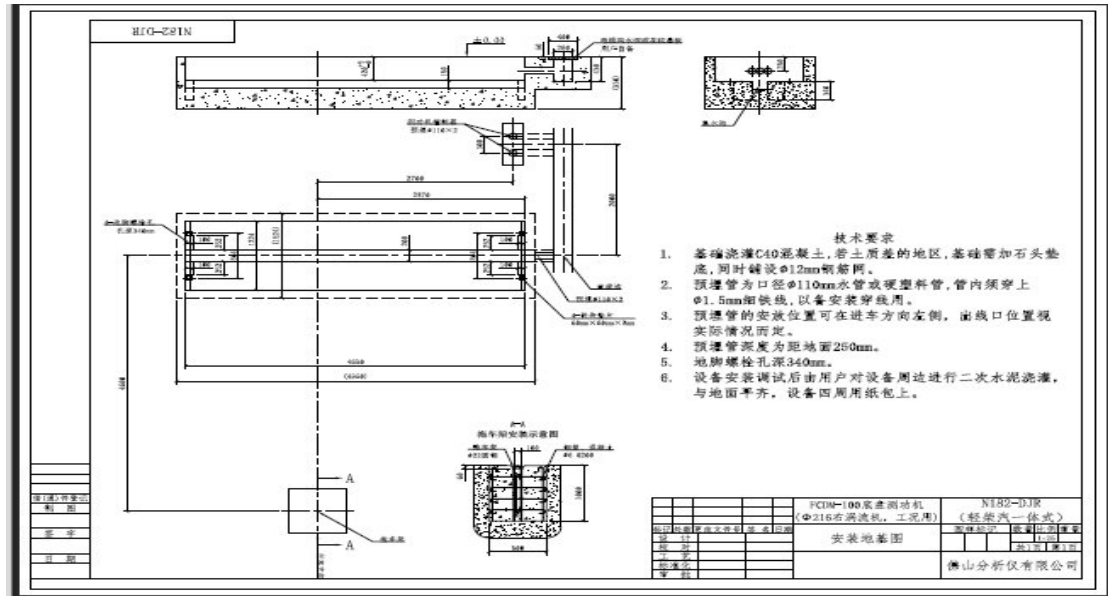
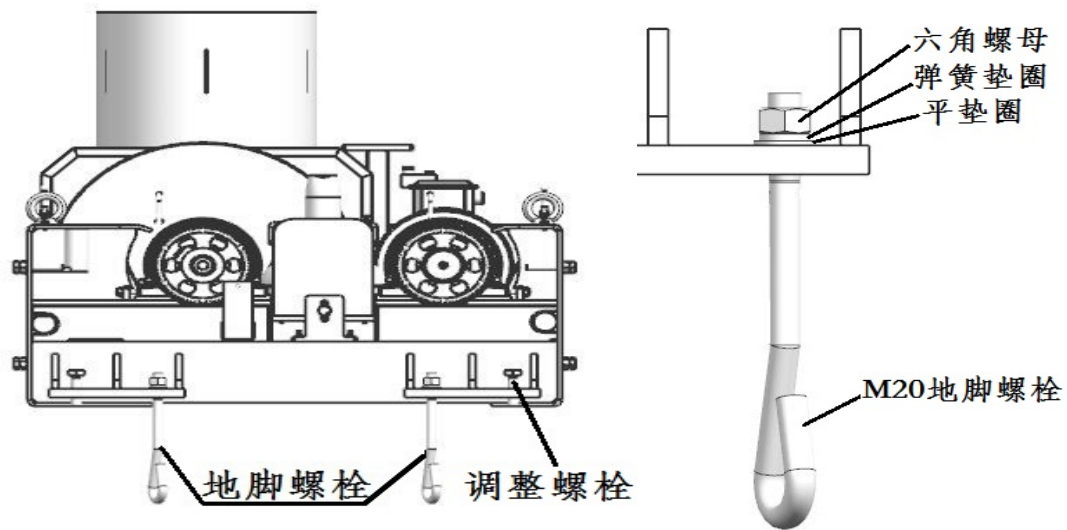
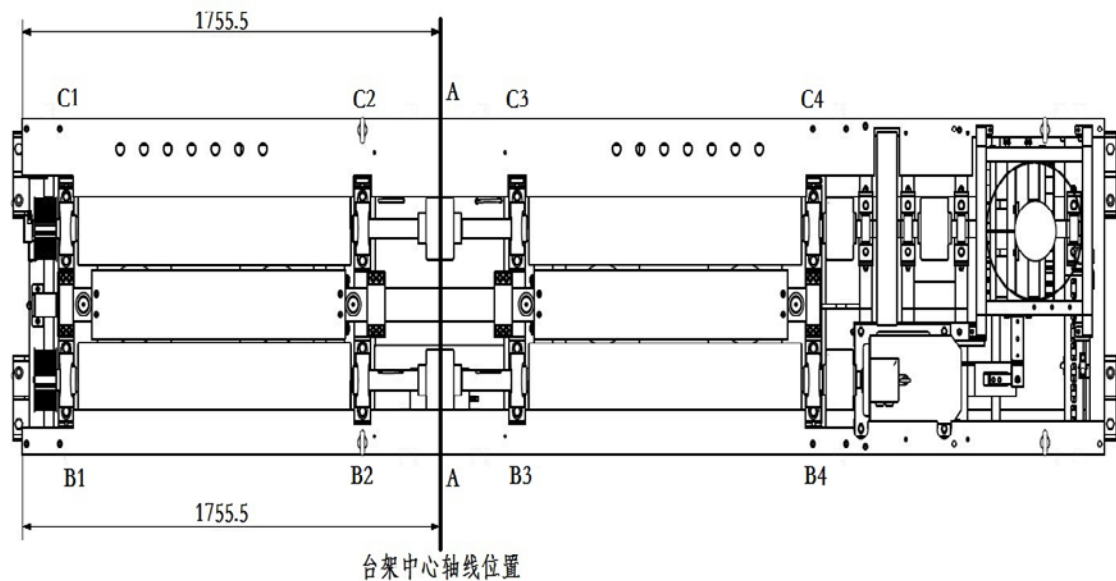
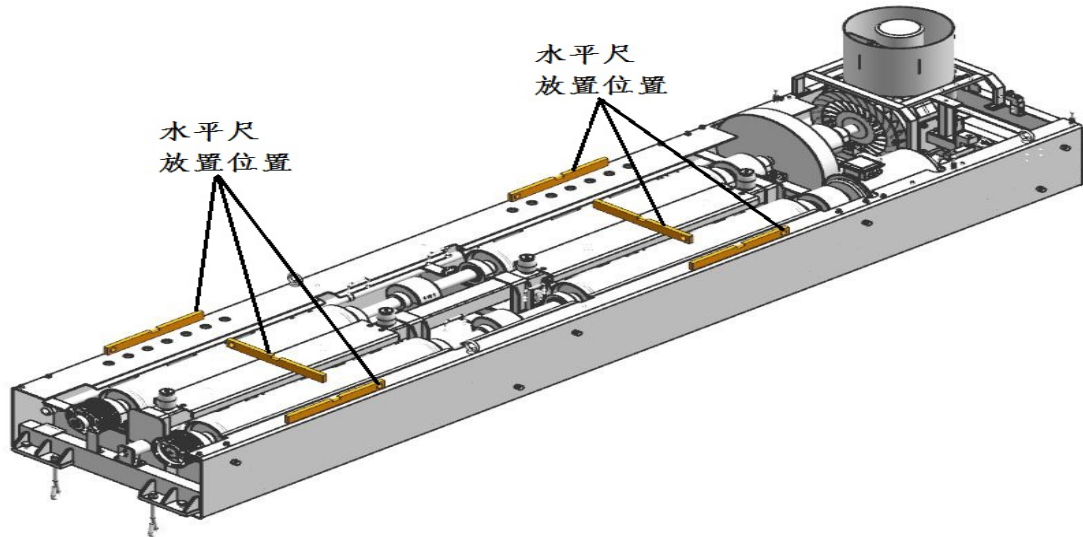

图 3.1
图 3.5
图 3.6
图 3.7
根据地基图纸（见图 3.1）检查台架地基尺寸是否正确，预埋管是否布置正确（若地基不符合图纸要求，应立即整改）。
(2)、通过吊车或叉车将台架吊起，然后在台架两侧安装地脚螺栓的四个孔上，配合 M20 螺母、弹簧垫圈以及平垫圈穿上地脚螺栓（见图 3.5）。
(1)、如图 3.6 所示：用卷尺量出台架前后中心点的位置，在台架上标记纵向中心轴线位置 A-A，并做好标记；
(4)、在台架左右两侧四个角位的调节螺栓（见图 3.5）正下方放置一块 5mm 厚的垫片，使用激光水平仪结合卷尺（或水平尺）观察，旋拧调节螺栓使台架整体水平；用激光水平仪结合卷尺时，每个位置上（见图 3.6 的 B1~B4, C1~C4）的卷尺显示的高度基本一致即可；用水平尺时，每个位置上（见图 3.7 的水平尺放置位置）的水平尺的液泡基本居中即可。同时需调整台架表面与地面在同一平面。当不使用调整螺栓调节时，可使用铁笔撬动台架四角，分别用配备的调试垫片支承于台架滚筒范围内四个角底部（即图 3-1 的 B1、B4、C1、C4 点），使台架整体水平且台架表面与地面在同一平面。（调整完毕后，建议在图 3.6 的 B2、B3、C2、C3 点下方地基内放置一定量的垫片预紧台架，避免台架悬空）
(5)、调整台架整体水平后，还要检查确认四条滚筒是否大致水平（见图 3.7）。